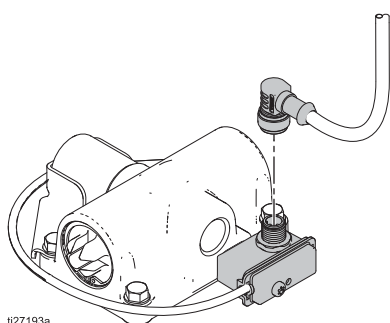

Fig. 2. Koppla ifrån DataTrak
1. Skruva loss kabeln från tungrelät. Se Fig. 2.